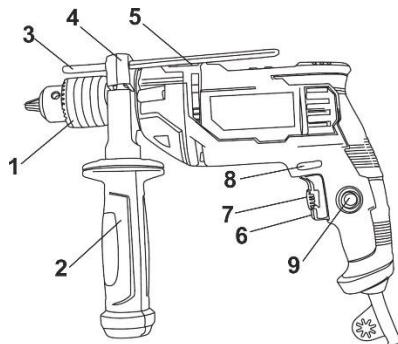

Рисунок 1
4.2 Виберіть необхідний режим роботи виробу за допомогою перемикача (5) (див. рисунок 1). Перемикання режимів роботи виробу здійснюється переведенням перемикача (5) (див. мал.1) з одного крайнього положення в інше в сторону відповідного символу режиму роботи:
- ударно-обертальний режим - перемикач (5) повинен бути переведеним до упору убік символу ;
- обертальний режим - перемикач (5) повинен бути переведеним до упору убік символу .